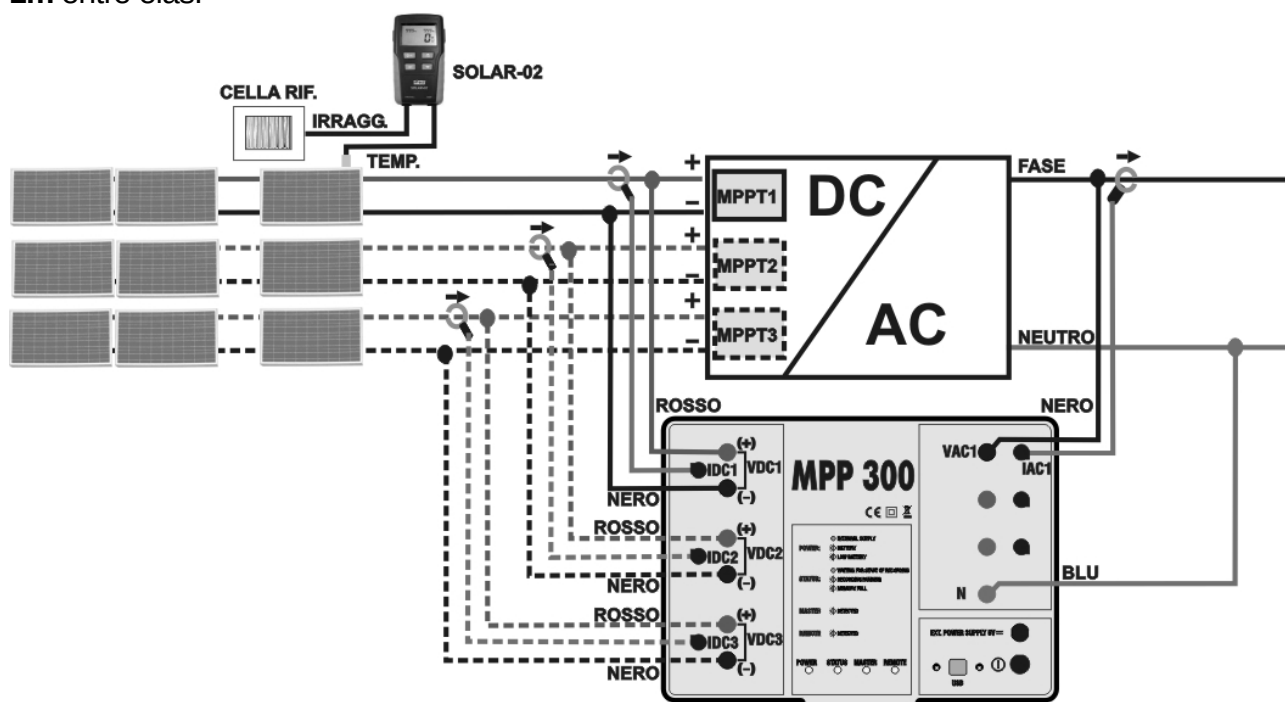
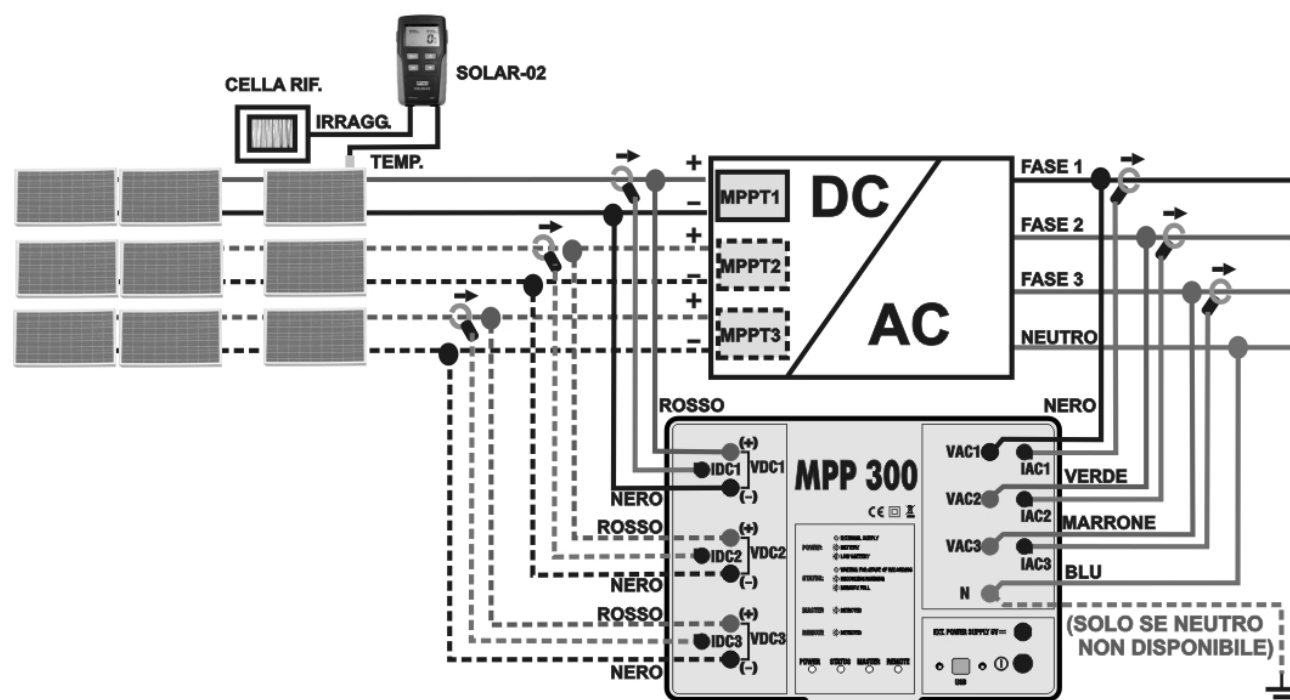

Fig. 228: Ligação do MPP300 para teste de uma instalação FV Monofásica
Fig. 229: Ligação do MPP300 para teste de uma instalação FV Trifásica
7. Ligar as entradas **VDC1(+)** e **VDC1(-)** da unidade **MPP300** aos terminais de saída da *string* respeitando as polaridades e as cores indicadas na Fig. 228 ou Fig. 229.
10. Inserir a pinça de corrente CC no condutor positivo na saída da *string* **respeitando o sentido da seta** presente na referida pinça conforme indicado na Fig. 228 ou Fig. 229. Colocar o toróide da pinça o mais afastado possível do inverter e da saída do condutor negativo da referida *string*.
12. Ligar as entradas **VAC1** e **N** da unidade **MPP300** respectivamente aos condutores de Fase e Neutro respeitando as polaridades e as cores indicadas na Fig. 228 ou Fig. 229. No caso de instalações trifásicas em que o condutor de Neutro não está disponível, ligar a entrada **N** à Terra.
14. Ligar a pinça CA no condutor de Fase L1 **respeitando o sentido da seta** presente na referida pinça conforme indicado na Fig. 228. e/ou Fig. 229. Colocar o toróide da pinça o mais afastado possível do inverter e do condutor Neutro. Ligar a saída da pinça à entrada **IAC1** do MPP300.